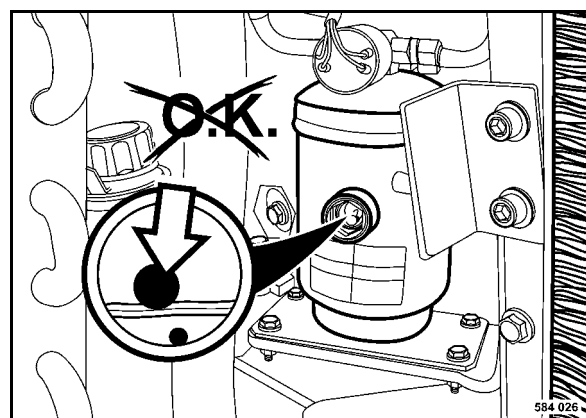

fig. 121
- Informer le service après-vente, si la bille flottante (fig. 121) dans le regard se trouve en bas.